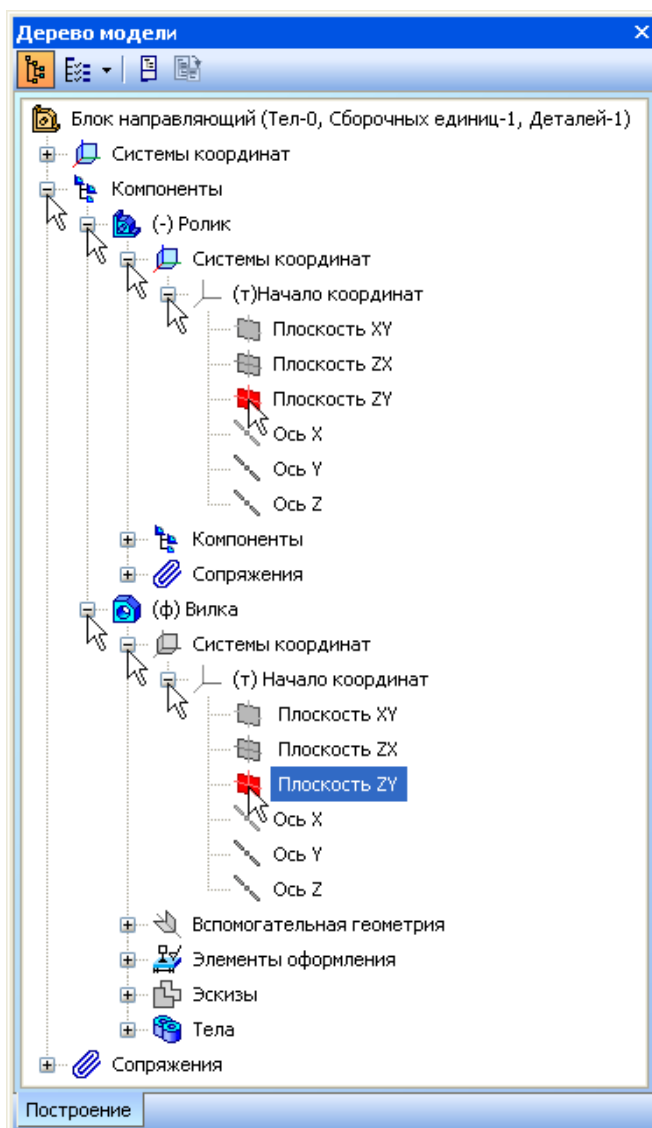

Рисунок 4.
- Затем раскройте "ветви" Вилка – Системы координат – Начало координат и укажите Плоскость ZY (рис.4).